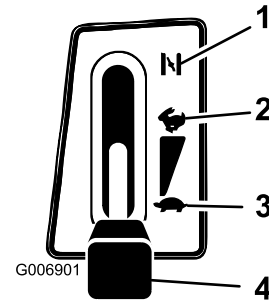

Figure 9
4. Placez la manette d'accélérateur en position de starter (Figure 9).
position Régime maximum (Figure 9). Si le moteur cale ou hésite, ramenez la manette d'accélérateur en position de Starter pendant quelques secondes, puis placez-la en position Régime maximum. Répétez l'opération si nécessaire.
1. Placez la manette d'accélérateur en position Régime maximum (Figure 9).